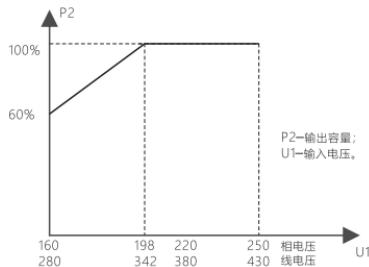
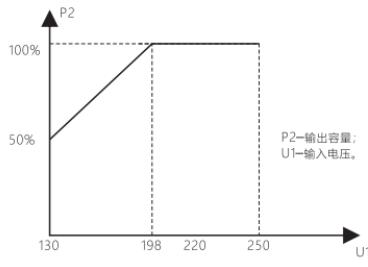

图1 输入电压范围为单相（160V~250V）
图2 输入电压范围为（130V~250V）
4.2.1 输出容量与输入电压的关系见图1和图2。
4.2.3 当输入相电压低于198V时，产品的输出容量应参照图1和图2按比例降容使用。
7.2.2 当单相稳压器输入的电源电压低于198V、三相稳压器输入的电源电压低于342V时，必须按4.2和图1、图2的要求按比例减小负载使用。
7.2.3 使用110V输出时，最大容量仅为额定容量的50%，当输入电压低于198V时也应参照图1、图2按比例减小负载使用。